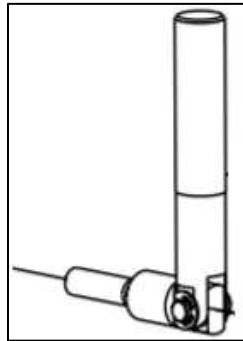

Abbildung 7
5. Wenn der Kopf *niemals von links nach rechts verfährt*, montieren Sie den Bildschirm am Regal. Vermeiden Sie es, gegen den Schwenkgriff zu stoßen (siehe Abbildung 7 unten). Wenn sich der Kopf bewegen *wird*, stellen Sie den Bildschirm auf die Tischplatte neben der Maschine. Auf diese Weise lässt sich der Schwenkgriff bei Bedarf leicht erreichen und benutzen.